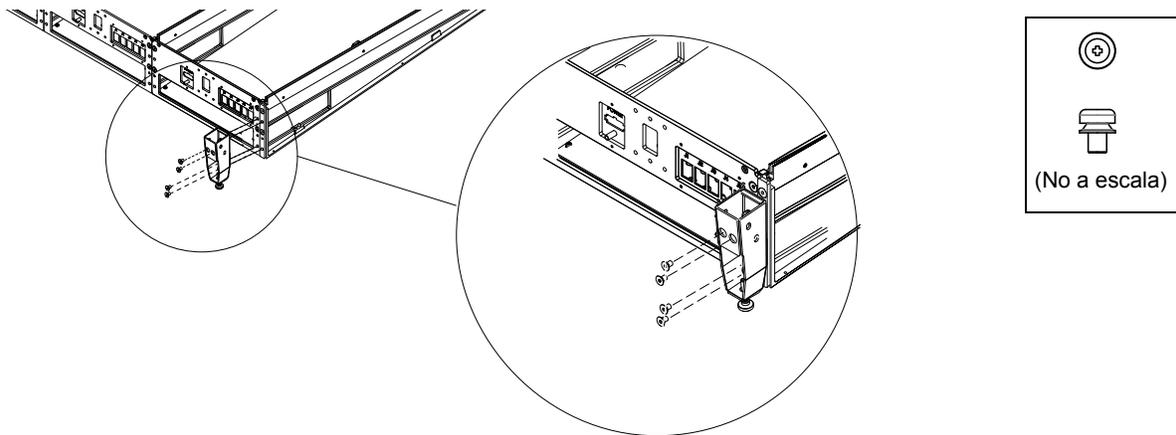

Figura 22. Unión de un pie posterior en el extremo de la parte posterior de la estructura
- En los extremos izquierdo y derecho de la estructura, une el pie a las barras espaciadoras y a las placas de unión adyacentes, según se muestra en la Figura 22.